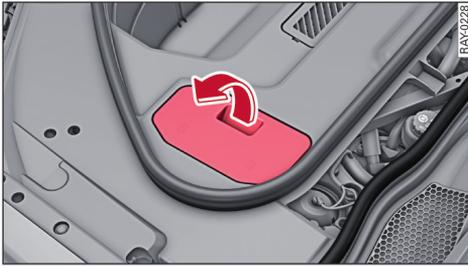

图 119 前舱：去除冷却液储液罐上面的盖子
- ▶ 取下盖子 ⇨ 图 119。
- ▶ 在检查冷却液液位后再次安装盖子 ⇨ 图 119。
- ▶ 在添加后再次装入盖子 ⇨ 图 119。